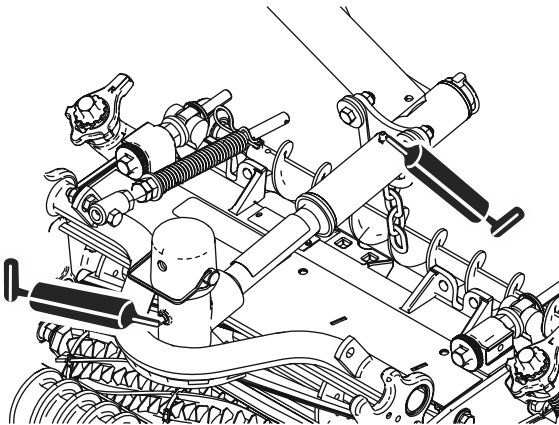

図 59
- カuttingユニットのピボット各2ヶ所 図 59 を参照。